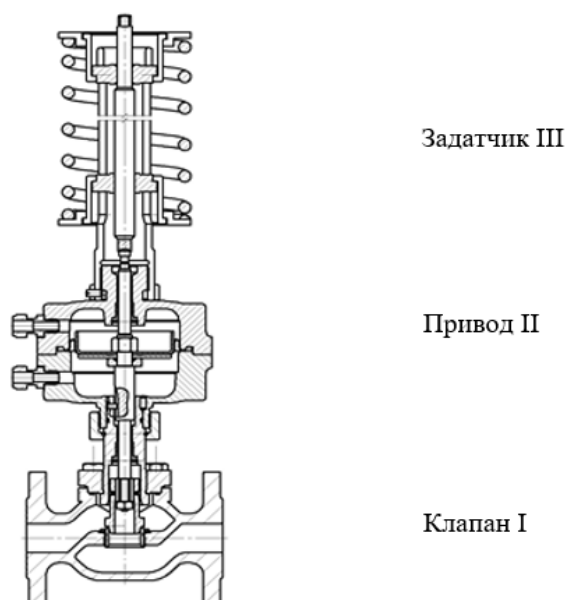

Рис. 1
2.1. Основные технические данные и характеристики регулятора приведены в таблицах 1, 2, 3 и рис. 1,2.